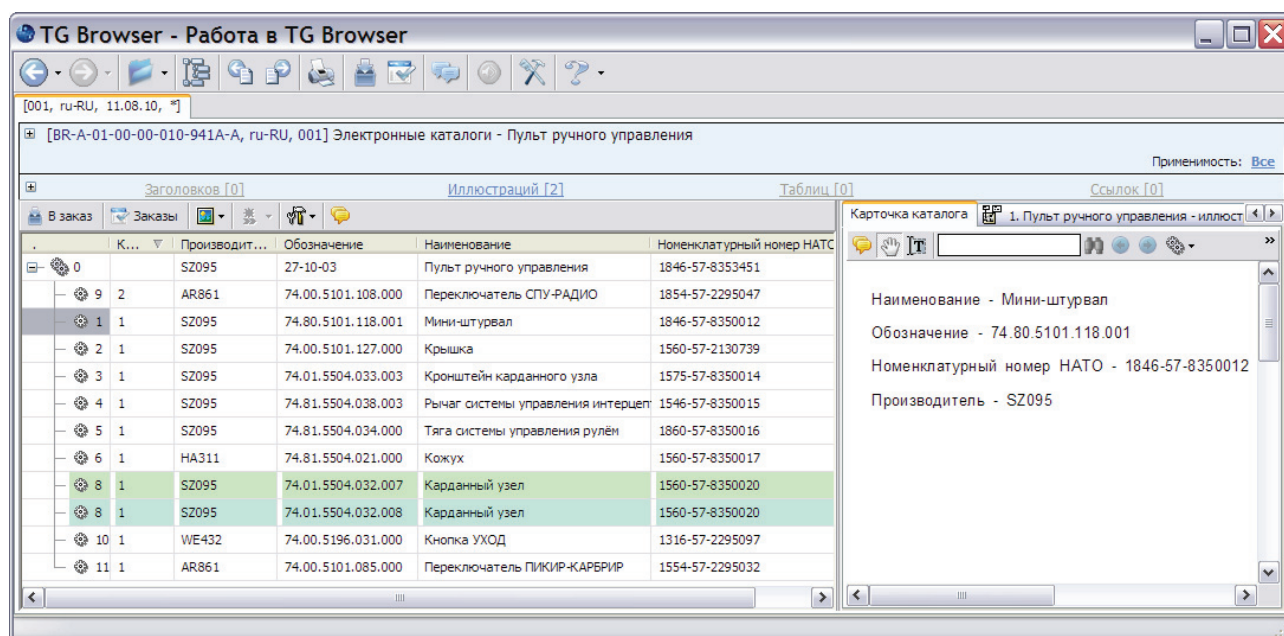

Рис. 3.58
2. В области иллюстраций перейдите на вкладку **Карточка каталога** или в выпадающем меню кнопки **Иллюстрации** выберите команду **Показ карточек**. В результате в области иллюстрации отобразится карточка каталога для выбранной позиции (Рис. 3.58).